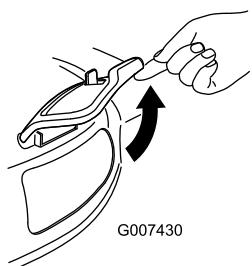

Figur 35
- Lossa sidoutkastarluckan (Figur 35).